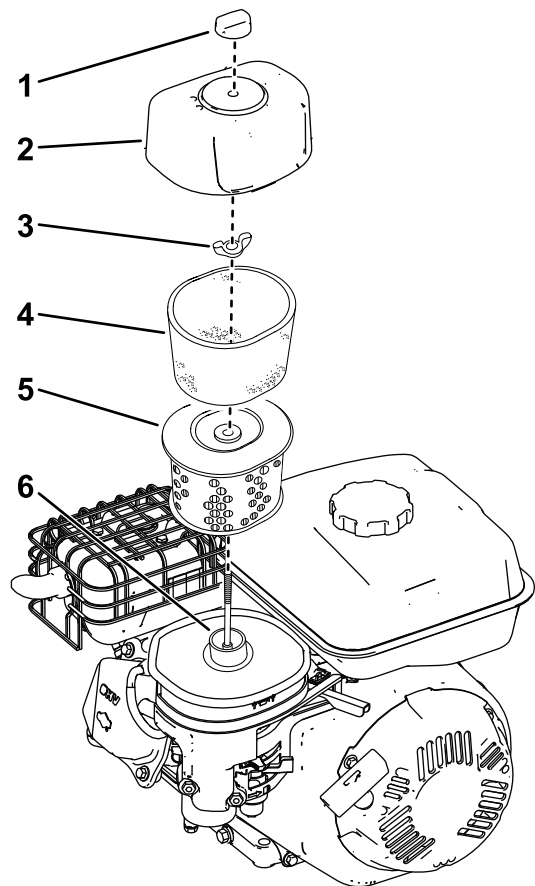

Figura 21
2. Îndepărtați piulița care fixează capacul (Figura 21).
3. Îndepărtați capacul filtrului de aer (Figura 21).